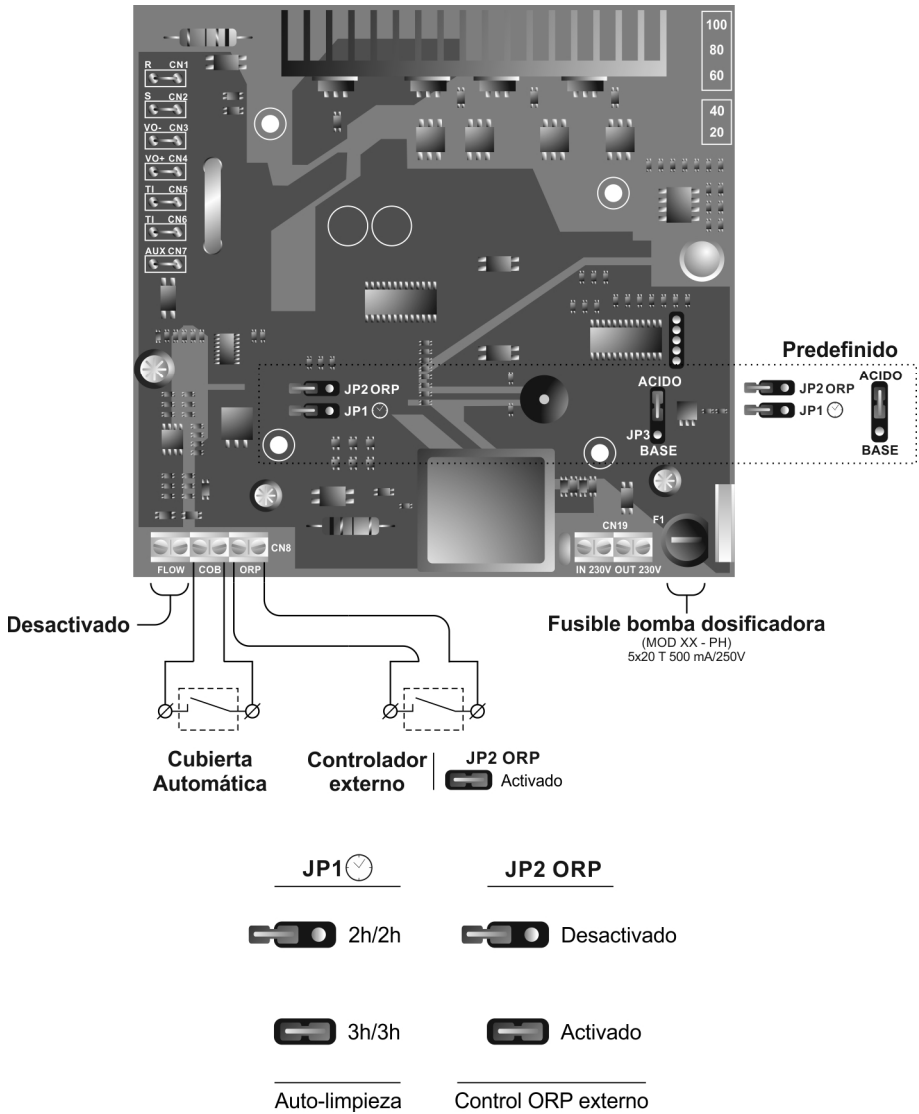

Fig. 11
- **Sistema de AUTOLIMPIEZA DE ELECTRODOS:** la frecuencia de inversión se puede seleccionar mediante el jumper "JP1" situado en la placa del control del sistema (Fig. 11). Esta configuración se hará efectiva cuando el equipo se desconecte y se vuelva a conectar.